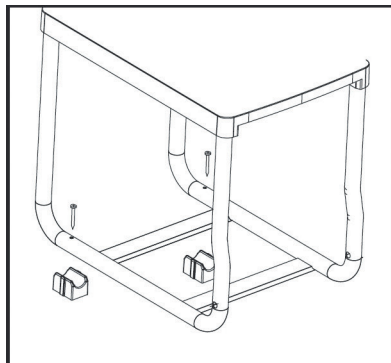

Рис. 4
1. Закрепите опоры на нижней части рамы с помощью крепежа из комплекта поставки (Рис. 4).